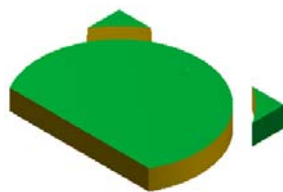

图 9.2.24 仿真结果
(2) 在“Mastercam Simulator”对话框中单击按钮。系统将开始进行实体切削仿真，结果如图 9.2.24 所示。